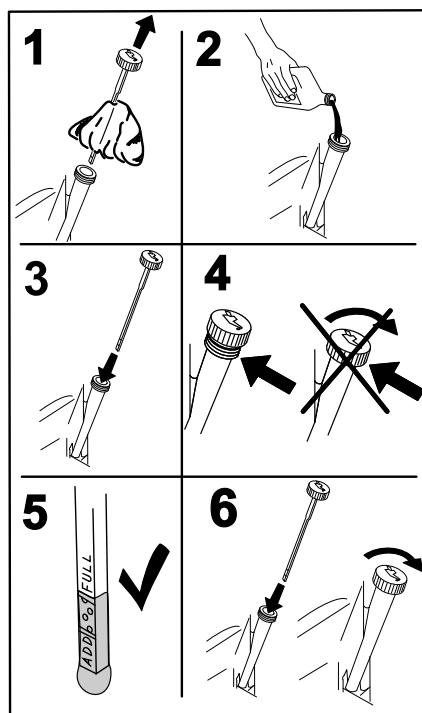

Figure 49
- Versez lentement environ 80 % de l'huile spécifiée dans le tube de remplissage, puis faites l'appoint lentement jusqu'à ce que le niveau atteigne le repère maximum (**Full**) (Figure 49).